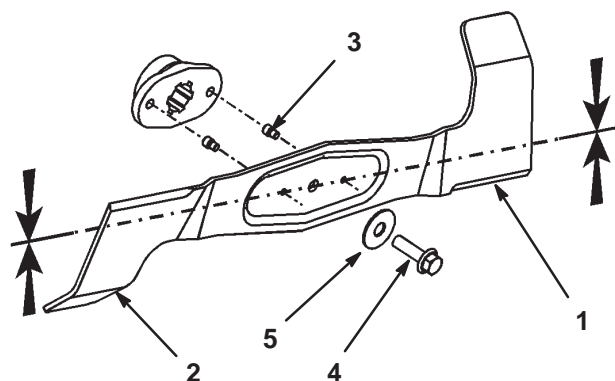

Bild 35
2. Untersuchen Sie die Schneidkanten (Bild 35). Bauen Sie die Schnittmesser aus, wenn die Kanten nicht scharf sind oder Kerben aufweisen. Schärfen Sie die Schnittmesser. Siehe Schärfen der Schnittmesser, Seite 34.
3. Untersuchen Sie die Schnittmesser, insbesondere die gebogenen Kanten (Bild 35). Bauen Sie ein neues Messer ein, wenn Sie eine Abnutzung oder Beschädigung dieses Bereichs feststellen.
4. Ersetzen Sie die die Scherbolzen sofort, wenn Sie gebrochen sind (Bild 35).
3. Entfernen Sie die Messerschraube, Scheibe und das Schnittmesser (Bild 35). Sie können einen Holzklötz zwischen das Schnittmesser und das Schneidwerk keilen, um das Schnittmesser beim Entfernen der Schraube zu blockieren.
1. Bringen Sie Schnittmesser, die Scheibe und die Messerschraube an (Bild 35).